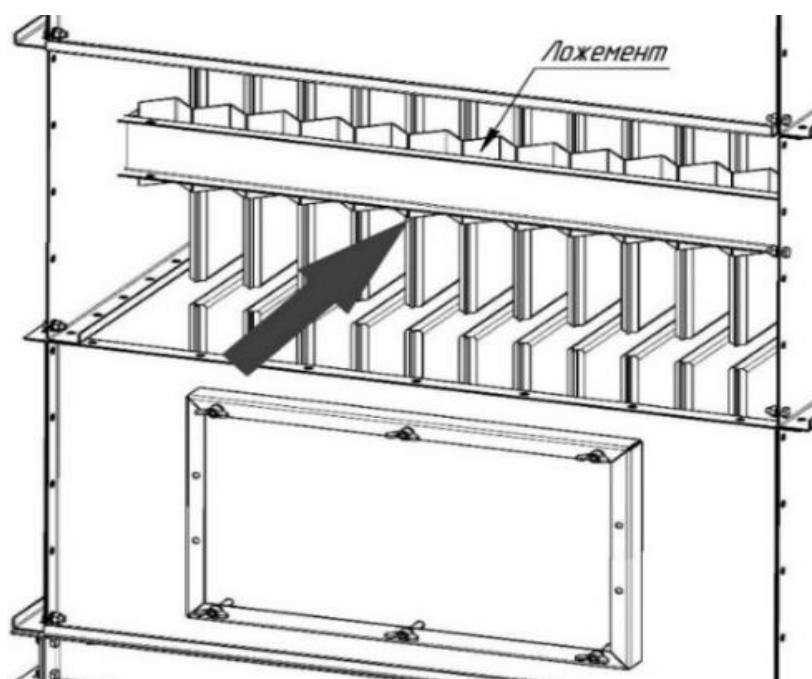

Рисунок 26
7) при необходимости протереть каркасы ветошью, надеть новые карманы. Аккуратно, не допуская повреждения карманов, вставить фильтровальные элементы в отверстия на панели внутри камеры чистого воздуха. Контролировать через смотровой люк правильное расположение фильтровальных элементов в камере загрязнённого воздуха. Торцевая часть карманов должна упираться в углубление ложемент, расположенного в фильтровальной камере (рисунок 26).